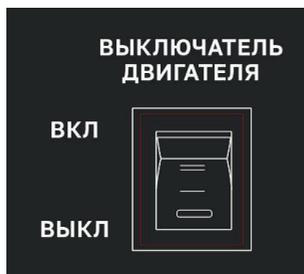

Рисунок 15. Выключатель зажигания
4. Переведите выключатель зажигания в положение «ВКЛ» (Включено) (Рис. 15).